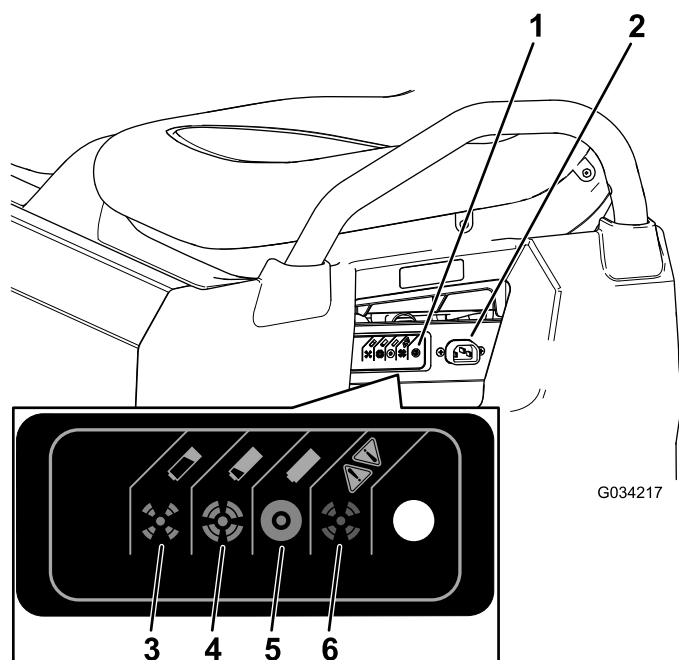

Рисунок 36
3. Подсоедините зарядный шнур типоразмера **16** (или большего диаметра), длиной **2,5 м** (или более короткий) к зарядной розетке автомобиля (Рисунок 36).
Информацию о значении различных цветов индикатора статуса зарядного устройства см. в следующей таблице и на Рисунок 36.